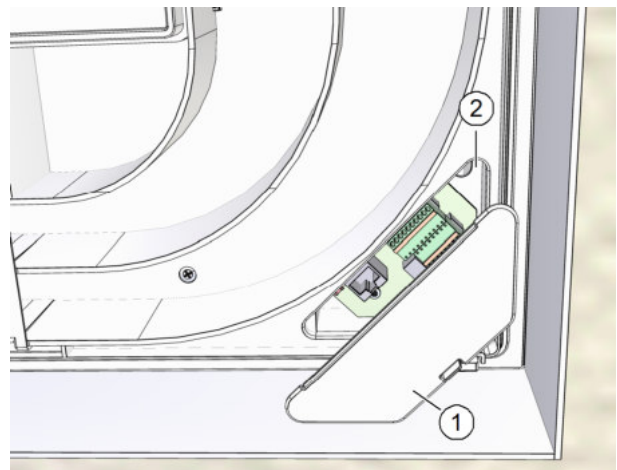

Abb. 16: Netzwerkdeckel einsetzen
- ▶ Setzen Sie den Netzwerkdeckel (Pos. 1 in Abb. 16) auf die Öffnung (Pos. 2 in Abb. 16) und rasten Sie ihn ein.